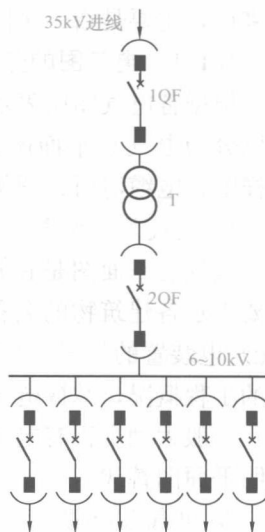

图 1-2 单台变压器的高压变电站主电路
2) 图例。如图 1-2 所示，为一单台变压器的高压变电站主电路图，电源经过断路器 1QF 送到变压器 T，变压器再经过断路器 2QF 送到母线汇流排，再向各电力支路分配电力。